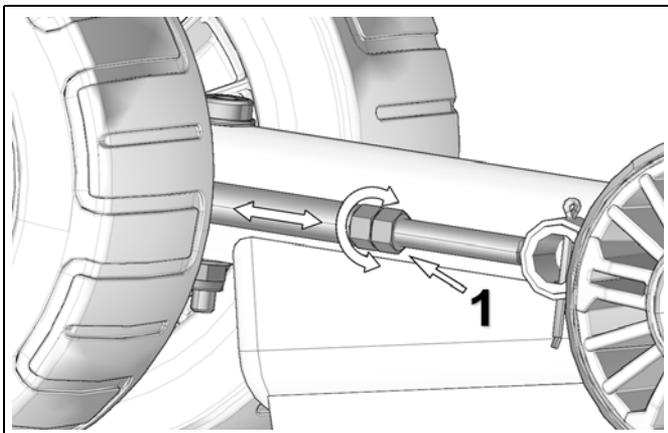

Abbildung 27
Gegenmutter (1) lösen und Einstellmutter zur Einstellung der Kettenspannung drehen. Siehe Abbildung 27.